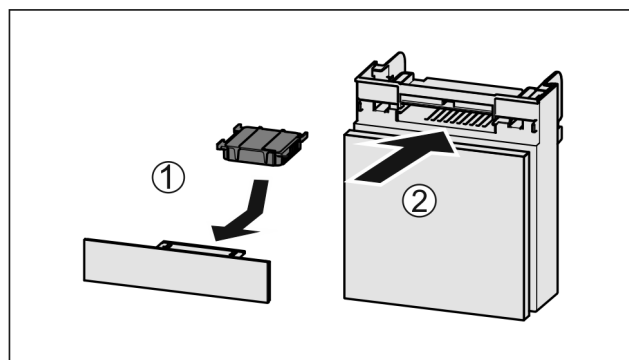

Fig. 87
- Sett inn Fig. 87 (1) aktivkullfilteret etter figuren.
- Skyv inn Fig. 87 (2) hyllen.